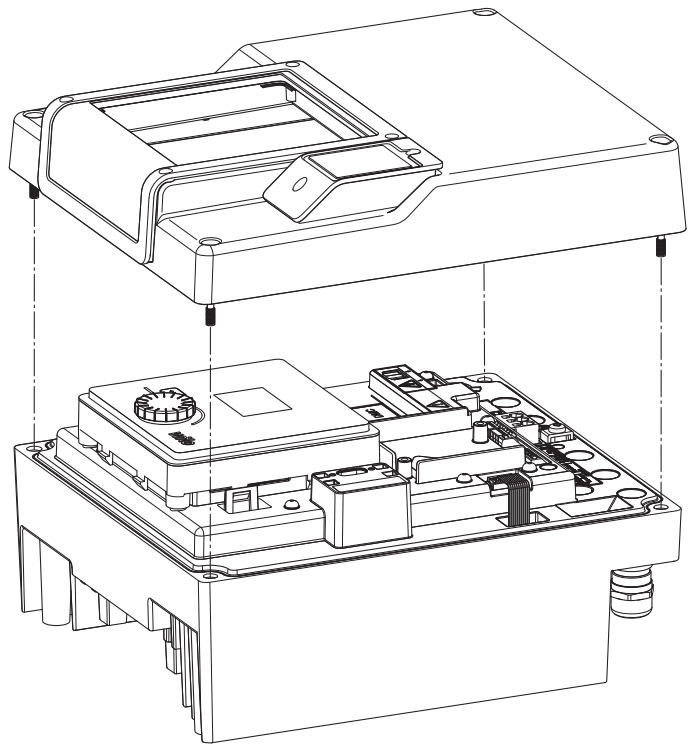

Fig. 45: Elektroniikkamoduulin kannen avaaminen
- Avaa elektroniikkamoduulin kansi. (Fig. 45).